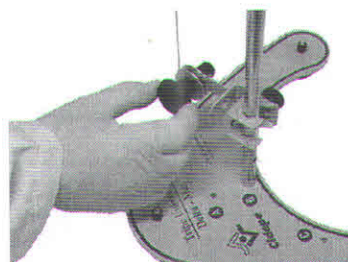

Figura 2
3.6. Mantenha o corpo de prova suspenso pelo ponto O. Acione o sistema de regulagem do comprimento do fio do pêndulo simples até que a marca central do corpo suspenso esteja alinhada com a extremidade inferior do corpo de prova - **Figura 2**.